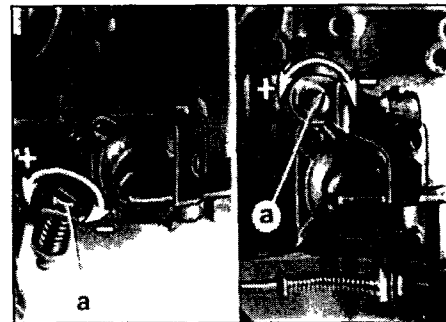

Рис. 4.10,б. Регулировка ускорительного насоса – поздний тип
- 10 Винт регулировки имеет разные формы, в зависимости от типа карбюратора. Для увеличения объема топлива винт поворачивайте в сторону (+), для уменьшения – в сторону (-) (рис. 4.10,а, б).